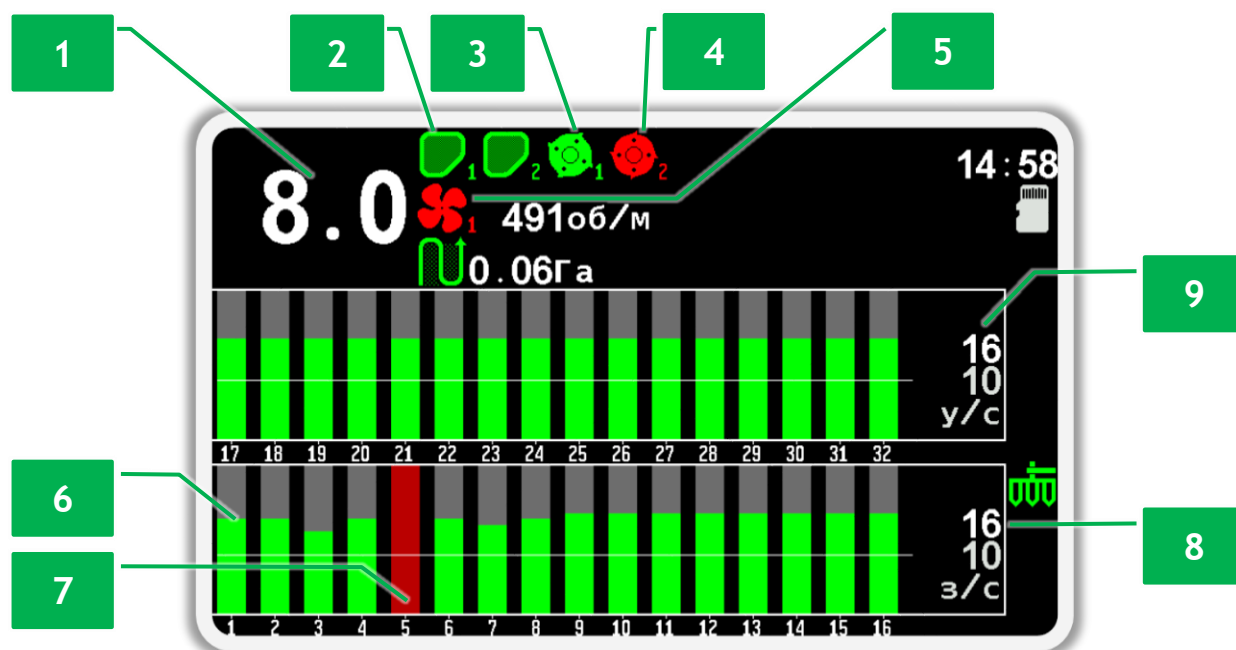

Рисунок 10 Пример отображения главного экрана во время работы.
- скорость движения сеялки (см. Рисунок 10 п.1) по спидометру в тракторе или GPS-навигатору, если есть такая возможность;
- скорость вращения вентилятора должна быть в пределах допустимого диапазона (см. Рисунок 10 п.5);
- фактическую интенсивность внесения посевного материала относительно заданного аварийного уровня (см. Рисунок 10 п.8).
- фактическую интенсивность внесения сухих удобрений относительно заданного аварийного уровня (см. Рисунок 10 п.9).